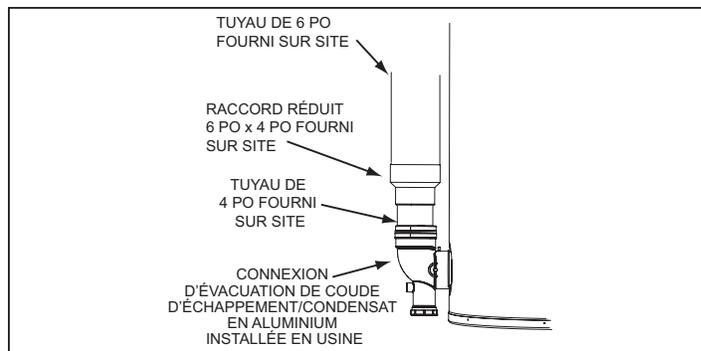

Figure 15. Raccordement d'évacuation des gaz de combustion
11. Pour installer un tuyau d'évacuation de 6 po, réduire à du tuyau de 4 po comme illustré à la *Figure 15*. Le tuyau de 4 po installé sur place entre le coude d'évacuation et le raccord de réduction de 6 po x 4 po doit être de 45 cm (18 po) de long au maximum.
11. Pour installer un tuyau d'évacuation de 6 po, réduire à du tuyau de 4 po au niveau du coude d'évacuation sur le chauffe-eau comme illustré à la **Figure 15** (page 23). Le tuyau de 4 po installé sur place entre le coude d'évacuation et le raccord de réduction de 6 po x 4 po doit être de 45 cm (18 po) de long au maximum.